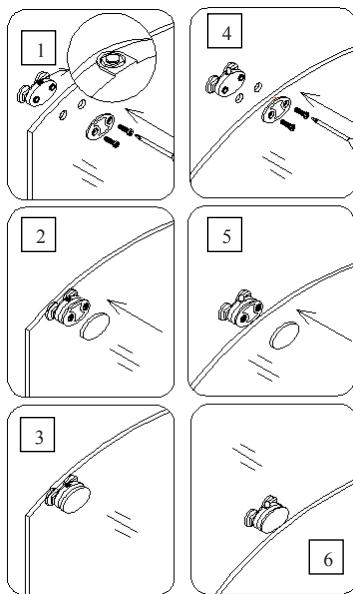

Рис. 7
6. Душевая кабина укомплектована направляющими для роликов (17), установите их как указано на рисунке 8. Если это не так, то см. рис. 9. Прикрепите верхнее и нижнее колесо к стеклянной двери. Колесо, расположенное вверху имеет регулятор для изменения уровня дверей. Обратите внимание, что контргайка верхнего колеса должна быть обращена вверх. Нижнее колесо оснащено кнопкой, чтобы фиксировать колесо на нижней направляющей. Данная кнопка должна быть обращена вверх. См. рис. 7 для более подробной информации.